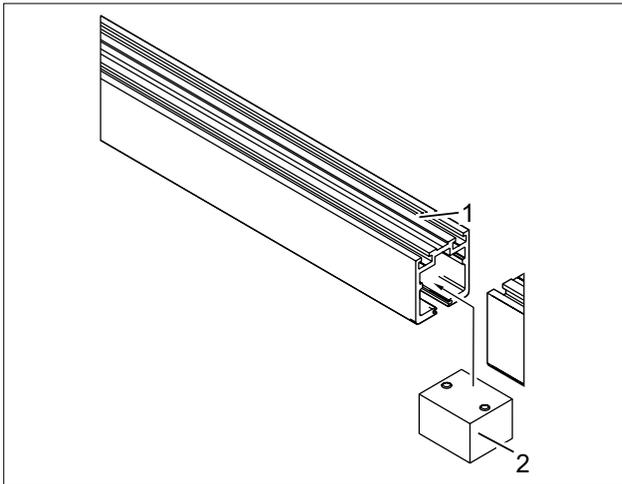

Abb. 18 Oberes Drehlager einsetzen
2. Oberes Drehlager (Abb. 18/2) durch die Revisionsöffnung in die Laufschiene (Abb. 18/1) einsetzen.